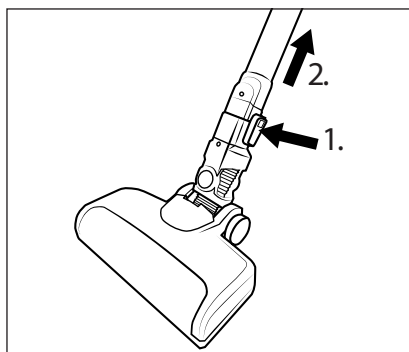

Fig. 12
- ♦ Para desmontar el cepillo para suelos **21** del tubo de aspiración **23**, mantenga pulsado el botón de desencastre del cepillo para suelos **22** y tire del tubo de aspiración **23** para extraerlo del cepillo para suelos **21** (consulte la fig. 12).